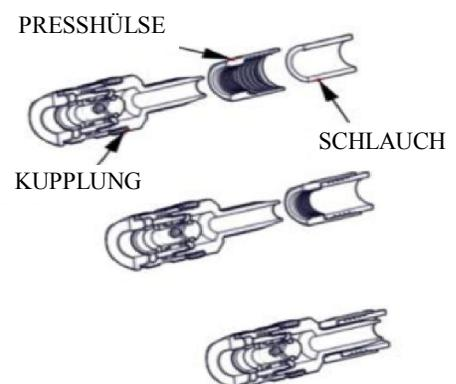

Abbildung 3-2 Austausch der Luftschlauch-Schnellkupplung
b. AUSTAUSCH DER LUFTSCHLAUCH-SCHNELLKUPPLUNG. Ersetzen Sie mit Hilfe von Abbildung 3-2 eine verschlissene oder anderweitig beschädigte Schnellkupplung am Schlauch, indem Sie nach dem folgenden Verfahren vorgehen.